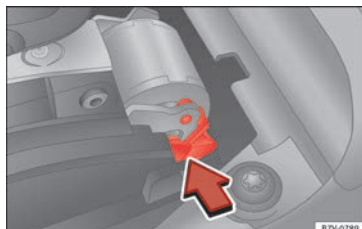

Abb. 50 Wählhebelsperre notentriegeln.
- Entriegelungshebel » Abb. 50 in Pfeilrichtung drücken und in dieser Position halten.